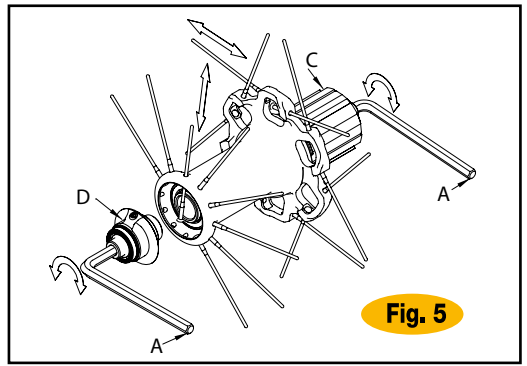

Fig. 5
- Introduzcan dos llaves Allen (A) en las tuercas de tope en los extremos de los bujes y gírenlas en sentido **antihorario**.
- Después de haber extraído la parte móvil, extraigan el radio a sustituir e introduzcan el radio nuevo, (Fig.5), y bloqueen firmemente la tuerca de tope móvil con un par de 15 Nm.